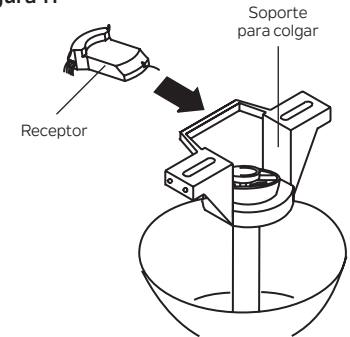

Figura 12
**Paso 3.** Inserte el receptor en el soporte de montaje del techo con el lado plano del receptor orientado hacia el techo. (Figura 12) Para un mejor rendimiento, asegúrese de que la antena negra, en el extremo del receptor, permanezca extendida y no enredada con ninguno de los cables eléctricos.